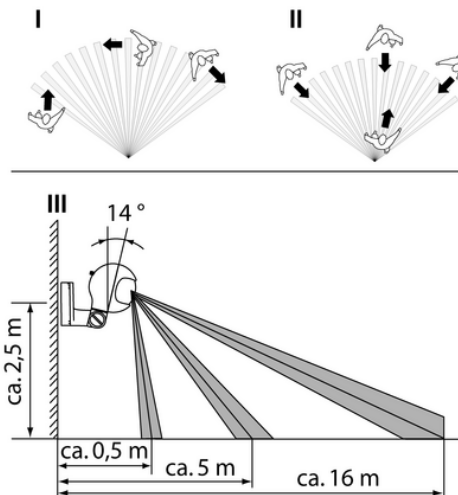

Figure 6: Direction du mouvement
- ❗ Les mouvements transversaux par rapport au détecteur de mouvement (direction du mouvement I) sont plus facilement détectés que les mouvements en direction du détecteur de mouvement (direction de mouvement II) (figure 6).
- Déterminer la hauteur de montage (figure 6) III